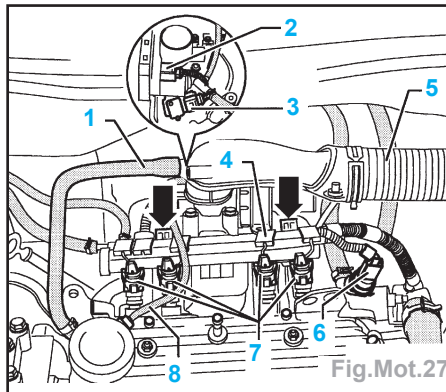

Fig.Mot.27
- Débrancher les fiches (Fig.Mot.27) :
- (2) de l'unité de commande du papillon,
- (3) du transmetteur de pression dans tubulure d'admission avec transmet-